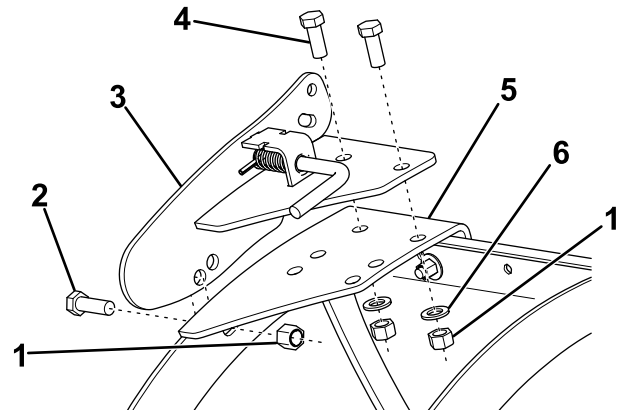

Figura 16
6. Sujete provisionalmente el soporte del muelle a la placa base del soporte del muelle usando 2 pernos (1/2" x 1 1/4"), arandelas y contratuercas (Figura 16).
7. Sujete provisionalmente el soporte del muelle al lateral de la pala usando un perno (1/2" x 1 1/2") y una contratuerca (Figura 16).